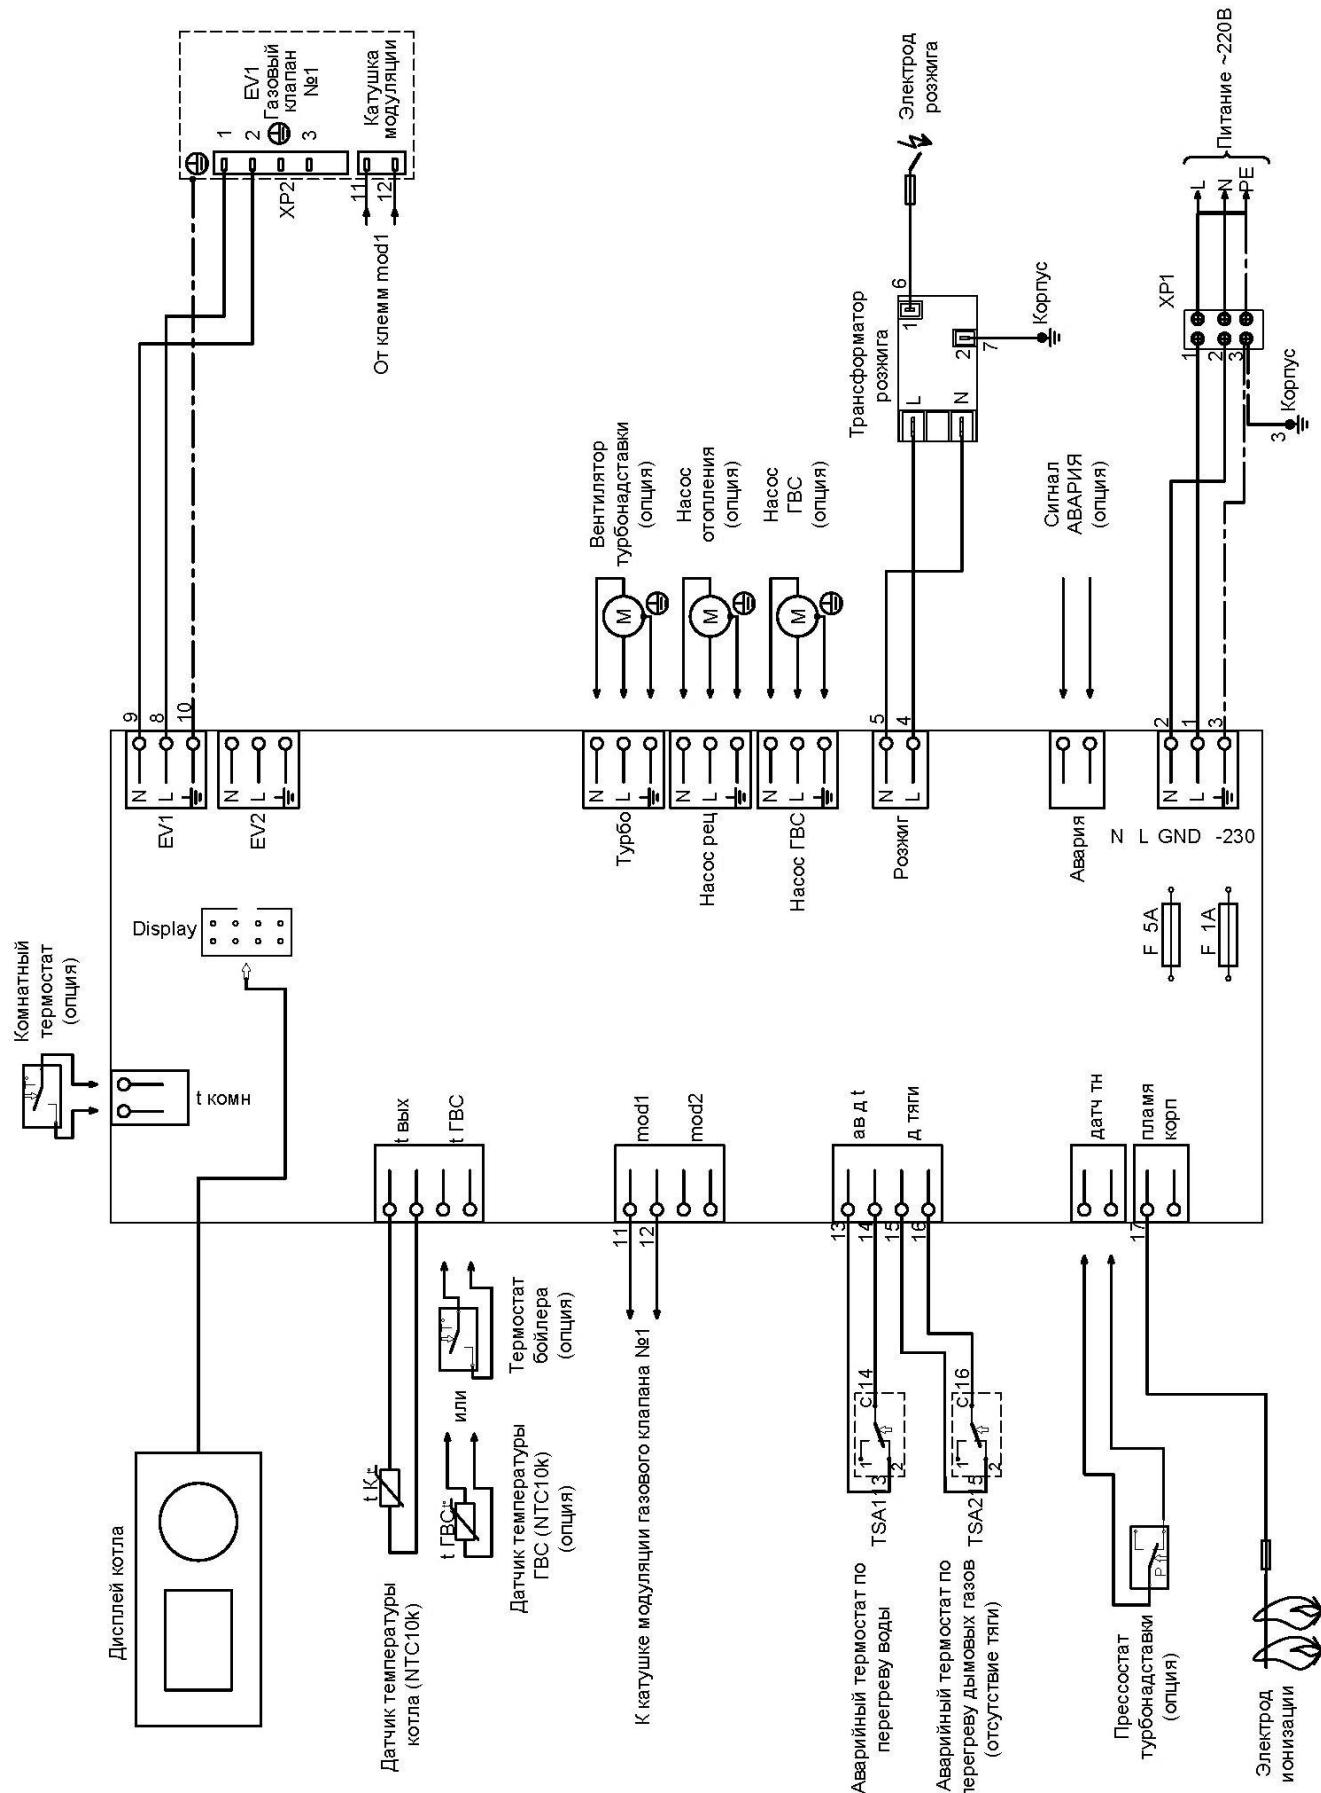

Рисунок 7. Электрическая схема котлов TITAN Z30M; Z40M; Z50M; Z60M; Z65M
- подсоедините провода термостата накопительного бойлера горячего водоснабжения в соответствии с электрической схемой (Рис.7,8);
- подключите насос греющего контура бойлера в соответствии с электрической схемой (Рис.7,8);